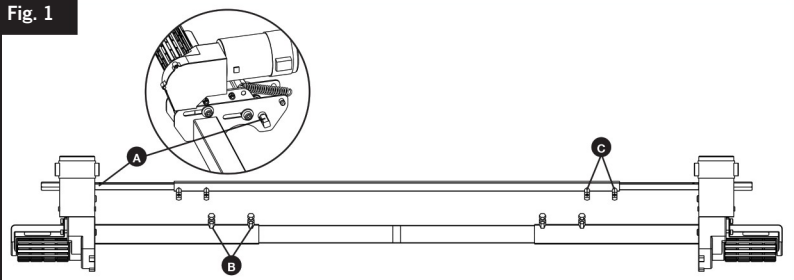
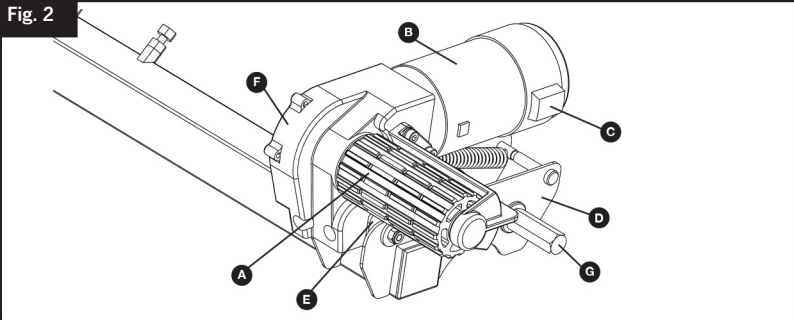
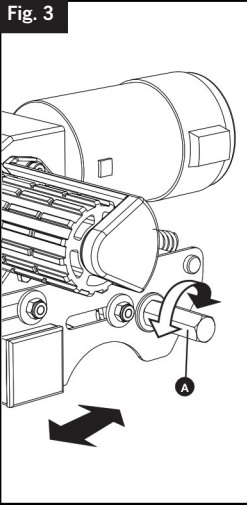

Fig. 2
Fig. 3
Fig. 4
Desembale todos los componentes y compruebe que todas las piezas están presentes (véase la Fig. A del contenido del paquete). Las instrucciones de instalación seguirán haciendo referencia a los números de pieza que se muestran en la Fig.A. Antes y durante la instalación, asegúrese de que los motores permanezcan en la posición DESACTIVADA (Fig. 4), ya que de lo contrario la unidad no encajará correctamente.
Con el conjunto principal suelto en el chasis, deslice todo el conjunto a lo largo del chasis hasta que los rodillos (Fig.2.A) estén a 20mm de la superficie de cada neumático (ver Fig.4). Se suministran dos separadores de 20 mm (30) para fijar esta distancia. Tenga en cuenta que los desplazamientos deben estar en la posición de desenganche cuando se ajusta la separación de 20 mm. Al ajustar la distancia, asegúrese de que los rodillos de ambos motores estén centrados en línea con los neumáticos del vehículo, tanto horizontal como verticalmente, para permitir el mejor contacto posible con las ruedas (véase la Fig. 6 como referencia). Si la anchura de los rodillos supera la del neumático, asegúrese de que el extremo del rodillo esté alineado con la pared exterior del neumático. El voladizo en la pared interior del neumático es aceptable en los neumáticos más finos, y no debería afectar drásticamente al funcionamiento o al agarre.
Con el Cara-Move, el proceso de acoplamiento es manual. Para acoplar sus motores, coloque la herramienta de acoplamiento (6) en el eje del motor (Fig. 2.G) paralela al suelo en una posición alejada de la rueda en cuestión. Para acoplar el motor, gire la herramienta de acoplamiento 180 grados hacia la rueda en cuestión (Fig. 3). Si se han montado correctamente las barras de accionamiento cruzadas, el proceso de acoplamiento de un motor debería acoplar también el lado opuesto del vehículo.
Para desenganchar los rodillos, simplemente vuelva a colocar la herramienta en uno de los ejes y gire en dirección contraria al neumático. Tenga en cuenta que al principio sentirá una pequeña resistencia al desenganchar la leva de su posición de bloqueo; el muelle hará entonces el resto del trabajo y alejará el rodillo del neumático y lo llevará a la posición de desenganche total (Fig. 4).